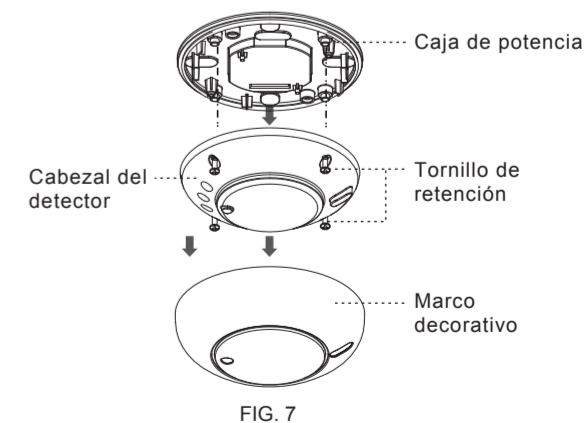

FIG. 7
- 4.4.1.1 Retire el marco decorativo del detector, a continuación saque el cabezal del detector de la caja de potencia desatornillando los 4 tornillos de retención (véase FIG. 7).
4.4.1.4 Fije el cabezal del detector en la caja de potencia insertando los cuatro tornillos de retención en los orificios correspondientes y a continuación cubra el marco decorativo (véase FIG. 7).